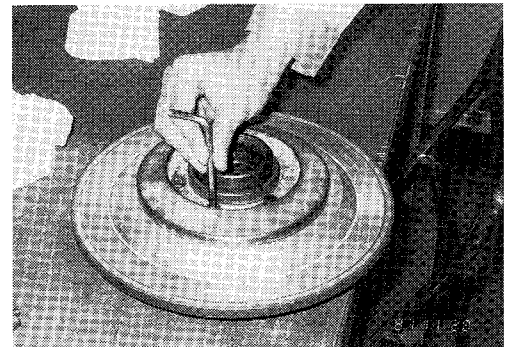

図1-9
(5) 移動フランジの仮締めをする。
① 移動フランジを取付け、ボルト穴を一致させうえて、固定用のボルトをねじ込む。
② ボルトをスパナで仮締めする(図1-9)。